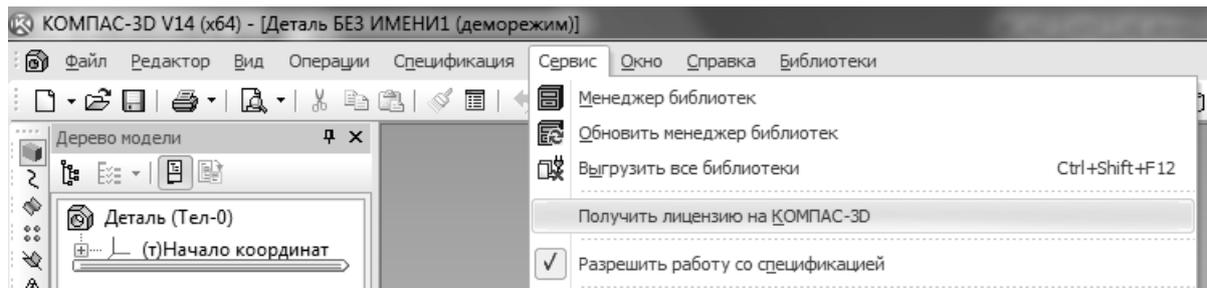

Рис. 6. Получение лицензии
3. Выйти из «деморезима», если он запускается по умолчанию, для этого надо нажать «Сервис» – «Получить лицензию на Компас-3D» (рис. 6)